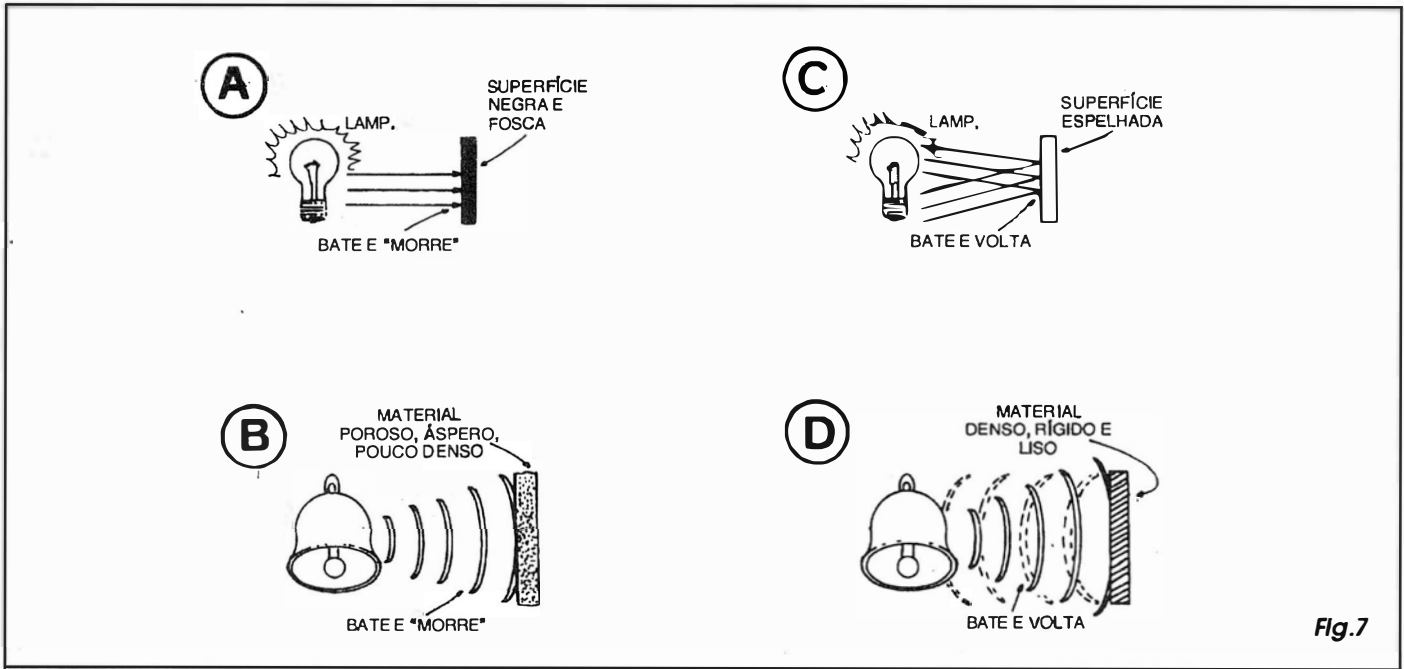

Fig.7
- FIG. 7 - A ABSORÇÃO E A REFLEXÃO DO SOM... - Assim como ocorre com a LUZ (outro fenômeno *ondulatório* que guarda muitas semelhanças e muitas diferenças com o SOM...), a manifestação energética/mecânica que chamamos de SOM é regida por uma série de LEIS quanto à sua *dinâmica*... Especificamente, existem dois fenômenos inerentes à propagação do som através dos meios pelos quais ele *transita*, que guardam estreitas analogias com fenômenos puramente óticos (relativos à LUZ...)! Trata-se da ABSORÇÃO e da REFLEXÃO... A figura traz os diagramas de algumas interessantes e elucidativas comparações, que ajudarão o caro leitor/aluno a bem compreender tais fenômenos... Em 7-A temos a estilização gráfica do que ocorre quando a luz atinge uma superfície *negra e fosca*, na qual a energia é quase que totalmente absorvida, tipo *bate e morre*... Se o caro leitor/aluno, dentro de um quarto escuro, apontar uma lanterna de mão para um pedaço de veludo preto, por exemplo, verificará que apenas uma *iluminação muito tênue* será percebida na superfície do tecido, já que esta absorve quase toda a luz, não *devolvendo* para o ambiente praticamente nenhuma energia luminosa! Com o som, algo muito semelhante ocorre (ver 7-B): ao atingir um meio ou material poroso, áspero, pouco denso, também *bate e morre*, não sendo refletido ou *devolvido* para o restante do ambiente...! O aluno conhece,